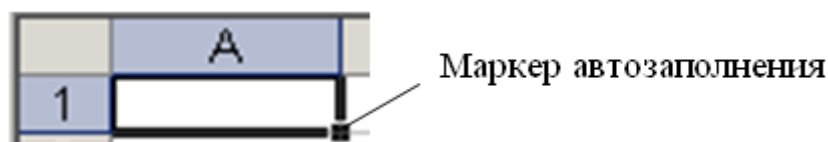

Рисунок 23 – Вид маркера автозаполнения
– навести указатель мыши в правый нижний угол активной ячейки или выделенного диапазона, при этом вид указателя мыши должен измениться на черный крестик (рисунок 23);